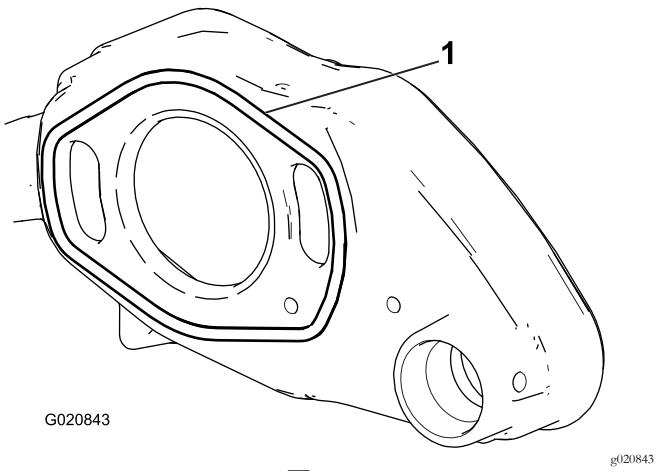

图5
1. 将新O形圈放入疏草刀壳体的背面并使用合成润滑脂轻轻润滑O形圈的裸露表面 图5。